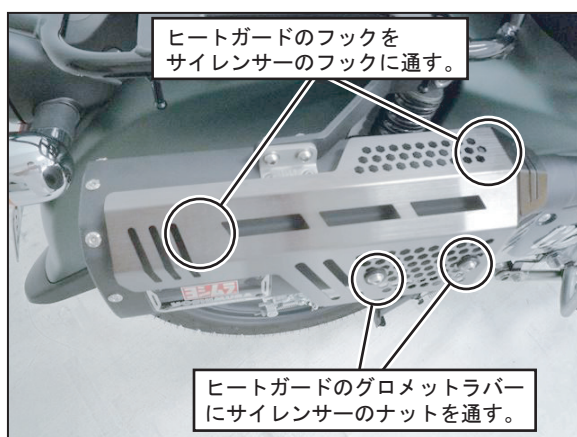

FIG. 16
14. ②サイレンサーに⑪サイレンサーヒートガードを取り付けます。まず⑪サイレンサーヒートガード裏側のフックニヶ所を②サイレンサーの前後フックに通します。
次に②サイレンサーのナット部分を手順12で⑪サイレンサーヒートガードに取り付けた⑬グロメットラバーに通し、⑫ボタンボルトM6×12、⑦SUSワッシャM6×13を使用して規定トルクで締め付けて下さい。(FIG. 16, 17参照)